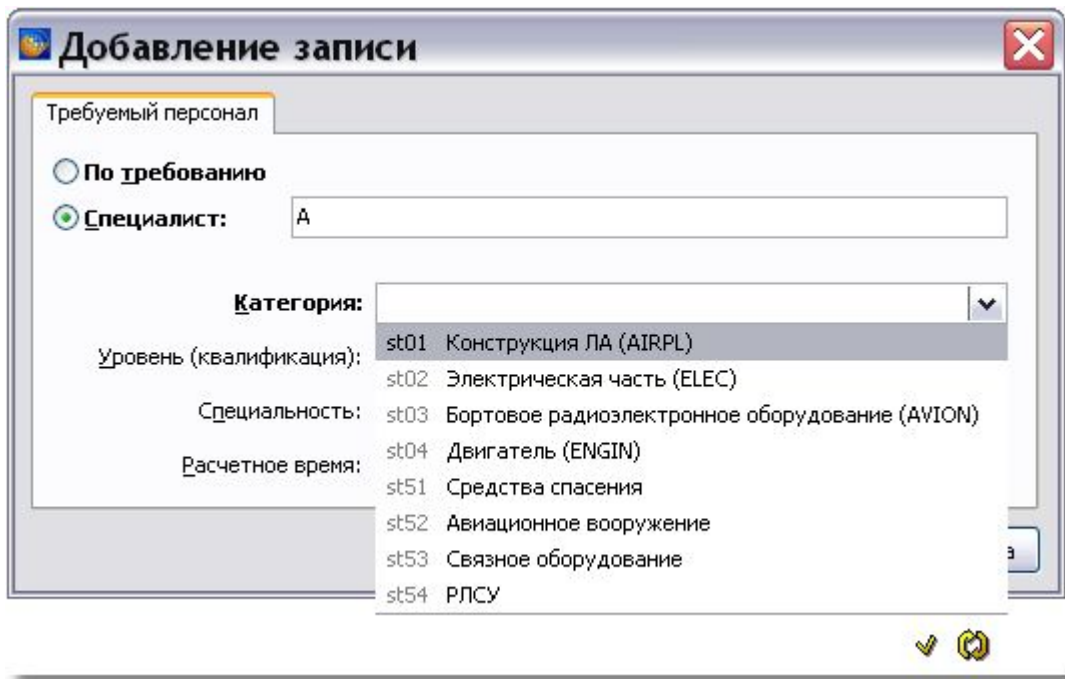

Рис. 5.39
4. Выберите нужную **категию** из предлагаемого списка (Рис. 5.39). Возможен контекстный поиск по идентификатору элемента справочника с клавиатуры. Параметр является обязательным для ввода.